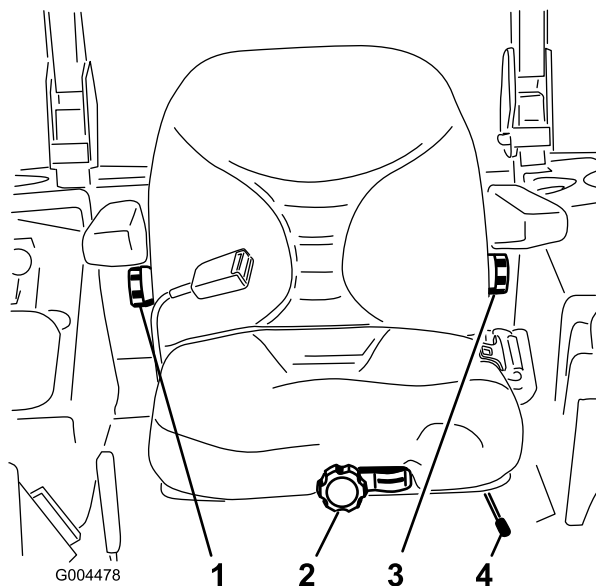

Figura 32
1. Para ajustar, desloque a alavanca para o lado e desbloqueie o banco (Figura 32).
Sem estar sentado no banco, rode o botão da frente numa das direcções para proporcionar o máximo conforto (Figura 32).
Para ajustar, rode o botão, sob o descanso do braço direito, numa das direcções para proporcionar o máximo conforto (Figura 32).
Para ajustar, rode o botão, sob o descanso do braço esquerdo, numa das direcções para proporcionar o máximo conforto (Figura 32).